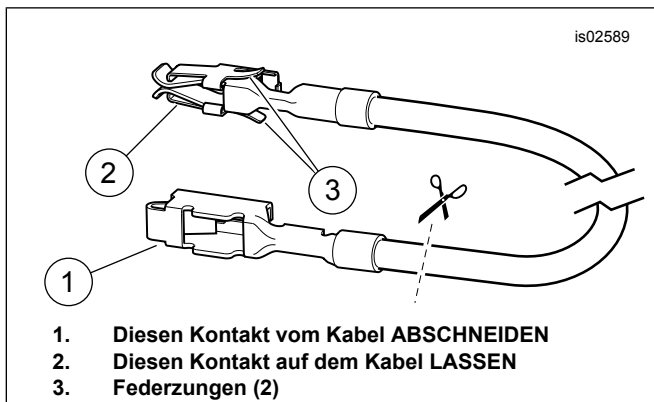
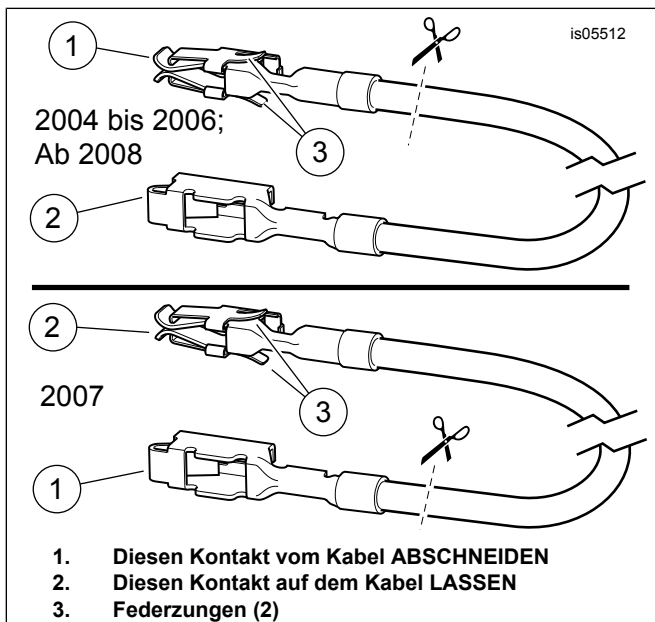
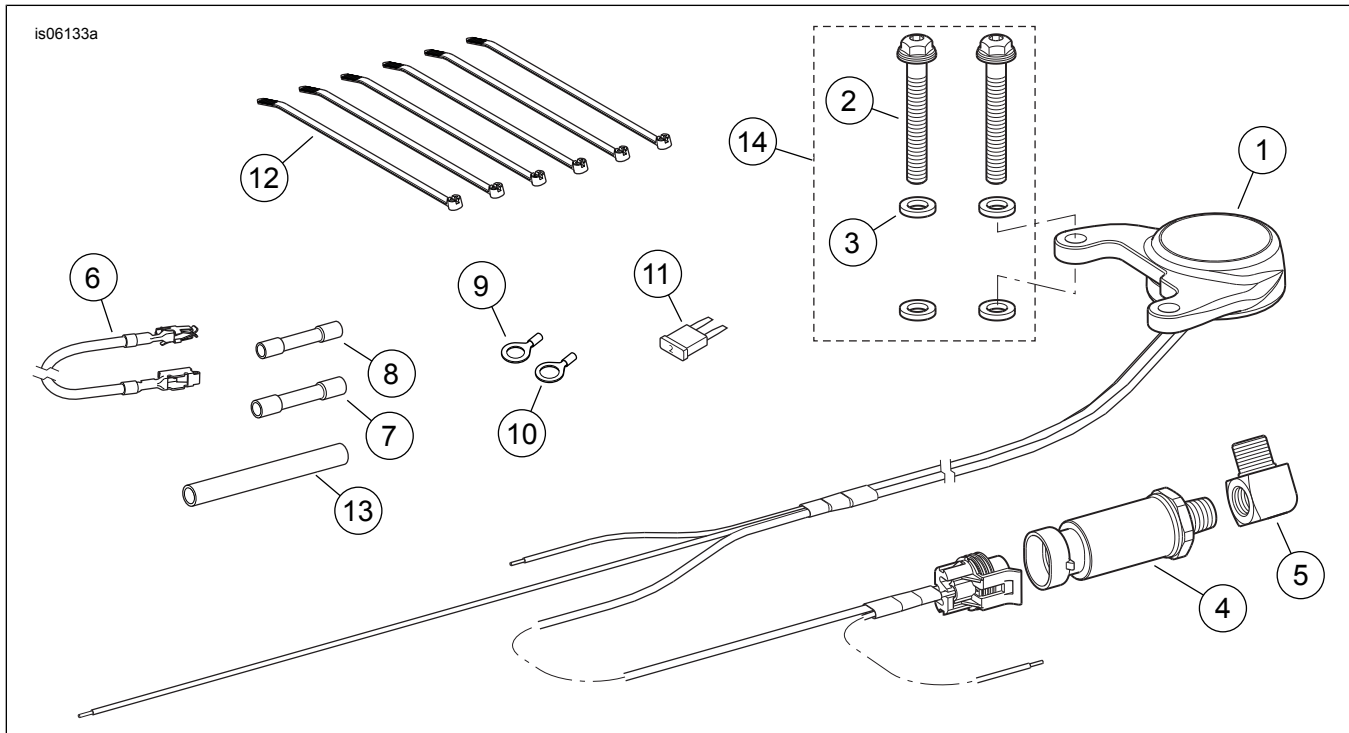

Abbildung 3. Sicherungsblock-Adapterkabel (Dyna- und Softtail-Modelle)
Abbildung 4. Sicherungsblock-Adapterkabel (FL Touring)
Abbildung 5. Ersatzteile, digitale Öldruckanzeige
4. Siehe Abbildung 5. Warnhinweis unter Kabelbaumanschluss und im Werkstatthandbuch. All drei orange/weißen Kabel mit dem blauen, versiegelten Stoßverbinder (7) aus dem Satz verspleißen.
2. Siehe Abbildung 5. Das orange/weiße Sicherungsblock-Adapterkabel (6) aus dem Satz bereitlegen. Siehe Abbildung 3. Den Kontakt an beiden Enden notieren. Nur der Kontakt MIT den Federzungen passt in den Sicherungshohlraum. Den Kontakt OHNE Federzungen sorgfältig vom Kabel abschneiden und entsorgen.
4. Überlänge des orange/weißen Kabelbaumkabels der digitalen Öldruckanzeige abschneiden, sodass das in Schritt 3 eingebaute, orange/weiße Adapterkabel leicht zu erreichen ist. Siehe Abbildung 5. Den blauen, versiegelten Stoßverbinder (7) zur Hand nehmen. Das orange/weiße Kabelbaumkabel der digitalen Öldruckanzeige mit dem orange/weißen Adapterkabel verspleißen.
5. Siehe Abbildung 5. Die 2-A-Sicherung (11) in den OFFENEN Sicherungshohlraum einsetzen, um den Stromkreis zu schließen.
3. Siehe Abbildung 3. Das orange/weiße Sicherungsblock-Adapterkabel (6) aus dem Satz bereitlegen. Den Kontakt an beiden Enden notieren. Nur der Kontakt MIT den Federungen passt in den Sicherungshohlraum. Den Kontakt OHNE Federungen sorgfältig vom Kabel abschneiden und entsorgen.
5. Überlänge des orange/weißen Kabelbaumkabels der digitalen Öldruckanzeige abschneiden, sodass das in Schritt 4 eingebaute, orange/weiße Adapterkabel leicht zu erreichen ist. Den blauen, versiegelten Stoßverbinder (7) aus dem Satz nehmen. Das orange/weiße Kabelbaumkabel der digitalen Öldruckanzeige mit dem orange/weißen Adapterkabel verspleißen.
6. Siehe Abbildung 5. Eine 2-A-Sicherung (11) aus dem Satz im Sicherungshohlraum P&A IGN einsetzen, um den Stromkreis zu schließen.
3. Siehe Abbildung 5. Das orange/weiße Sicherungsblock-Adapterkabel (6) aus dem Satz bereitlegen.
- a. **Modelle von 2004–2006:** Siehe Abbildung 4. (obere Ansicht). Den Kontakt an beiden Enden notieren. Nur der Kontakt OHNE die Federungen passt in den Sicherungshohlraum. Den Kontakt MIT Federungen sorgfältig vom Kabel abschneiden und entsorgen.
- b. **2007er Modelle:** Siehe Abbildung 4. (untere Ansicht). Den Kontakt an beiden Enden notieren. Nur der Kontakt MIT den Federungen passt in den Sicherungshohlraum. Den Kontakt OHNE Federungen sorgfältig vom Kabel abschneiden und entsorgen.
- c. **Modelle von 2008–2013:** Siehe Abbildung 4. (obere Ansicht). Den Kontakt an beiden Enden notieren. Nur der Kontakt OHNE die Federungen passt in den Sicherungshohlraum. Den Kontakt MIT Federungen sorgfältig vom Kabel abschneiden und entsorgen.
5. Überlänge des orange/weißen Kabelbaumkabels der digitalen Öldruckanzeige abschneiden, sodass das in Schritt 5 eingebaute, orange/weiße Adapterkabel leicht zu erreichen ist. Den blauen, versiegelten Stoßverbinder (7) aus dem Satz nehmen. Das orange/weiße Kabelbaumkabel der digitalen Öldruckanzeige mit dem orange/weißen Adapterkabel verspleißen.
6. Siehe Abbildung 5. Eine 2-A-Sicherung (11) aus dem Satz im Sicherungshohlraum P&A IGN einsetzen, um den Stromkreis zu schließen. Die drei in Schritt 4 ausgebauten Sicherungen in die korrekten Hohlräume einsetzen.